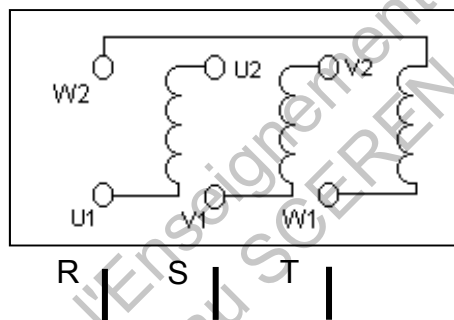

FIGURE 14
D.1.3 Réaliser le couplage sur le schéma du stator figure 14.